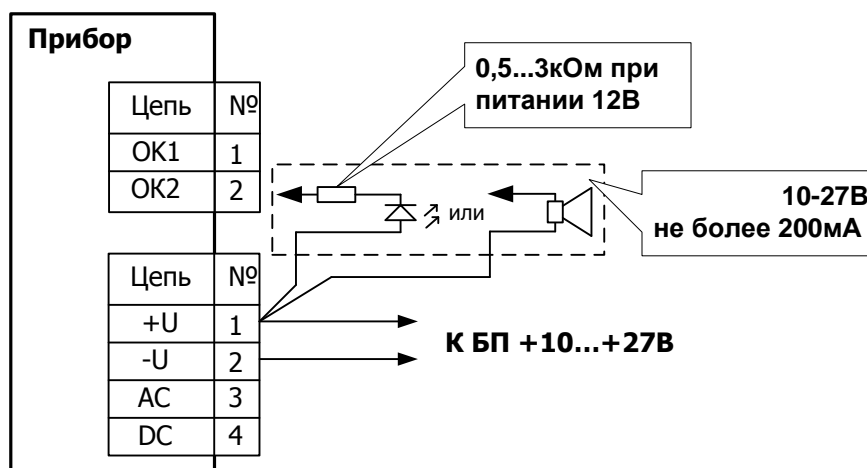

Рисунок 9
- Выходы типа открытый коллектор подключаются через нагрузку (индикатор, звуковой оповещатель, обмотка реле и т.д.) к цепи питания положительной полярности. Для светодиодных индикаторов необходимо соблюдать полярность (см. рисунок 9). В качестве источника питания выходов ОК может выступать любой внешний БП постоянного тока с